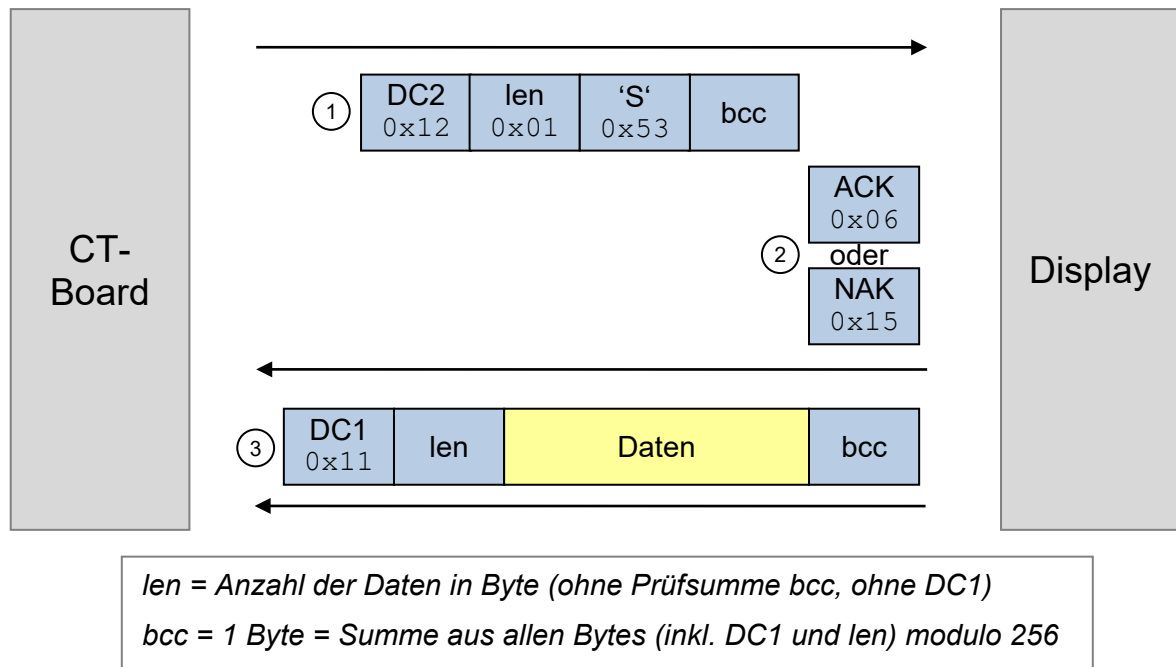

Abbildung 3: Protokoll für das Auslesen von Daten aus dem Display
Im nächsten Schritt wollen wir die Touch Screen Funktionalität des Displays verwenden. Dazu müssen wir Daten aus dem Display auslesen können. Dazu wird auf dem SPI das in Abbildung 3 dargestellte Protokoll verwendet.
- Falls Daten vorhanden sind, soll das Auslesen gemäss Abbildung 3 gestartet werden.
- Implementieren und verwenden Sie die Funktion `static void send_read_display_buffer_request()` um die Daten vom Display anzufordern, d.h. um die Befehlsfolge `DC2, 0x01, 'S', bcc` zu senden. Dies entspricht Schritt 1 in Abbildung 3.
Zusätzlich ist zu validieren, ob die Kommunikation erfolgreich war. (Schritt 2 in Abbildung 3)
- Verwenden Sie zum Empfangen der einzelnen Bytes (Schritt 3 in Abbildung 3) wieder die Funktion `uint8_t hal_spi_read_write(uint8_t send_byte);`